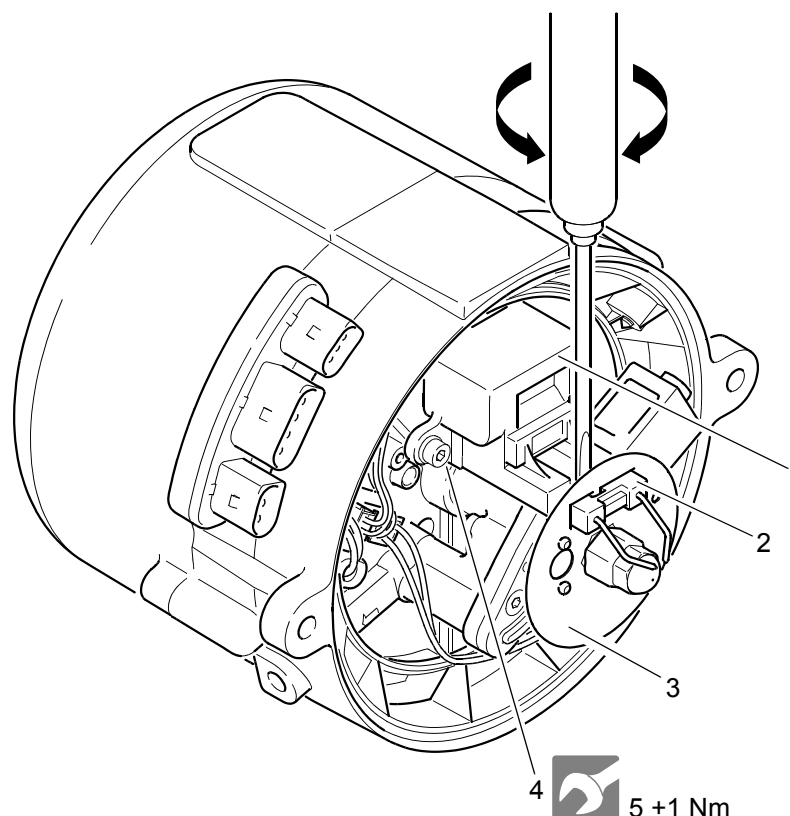
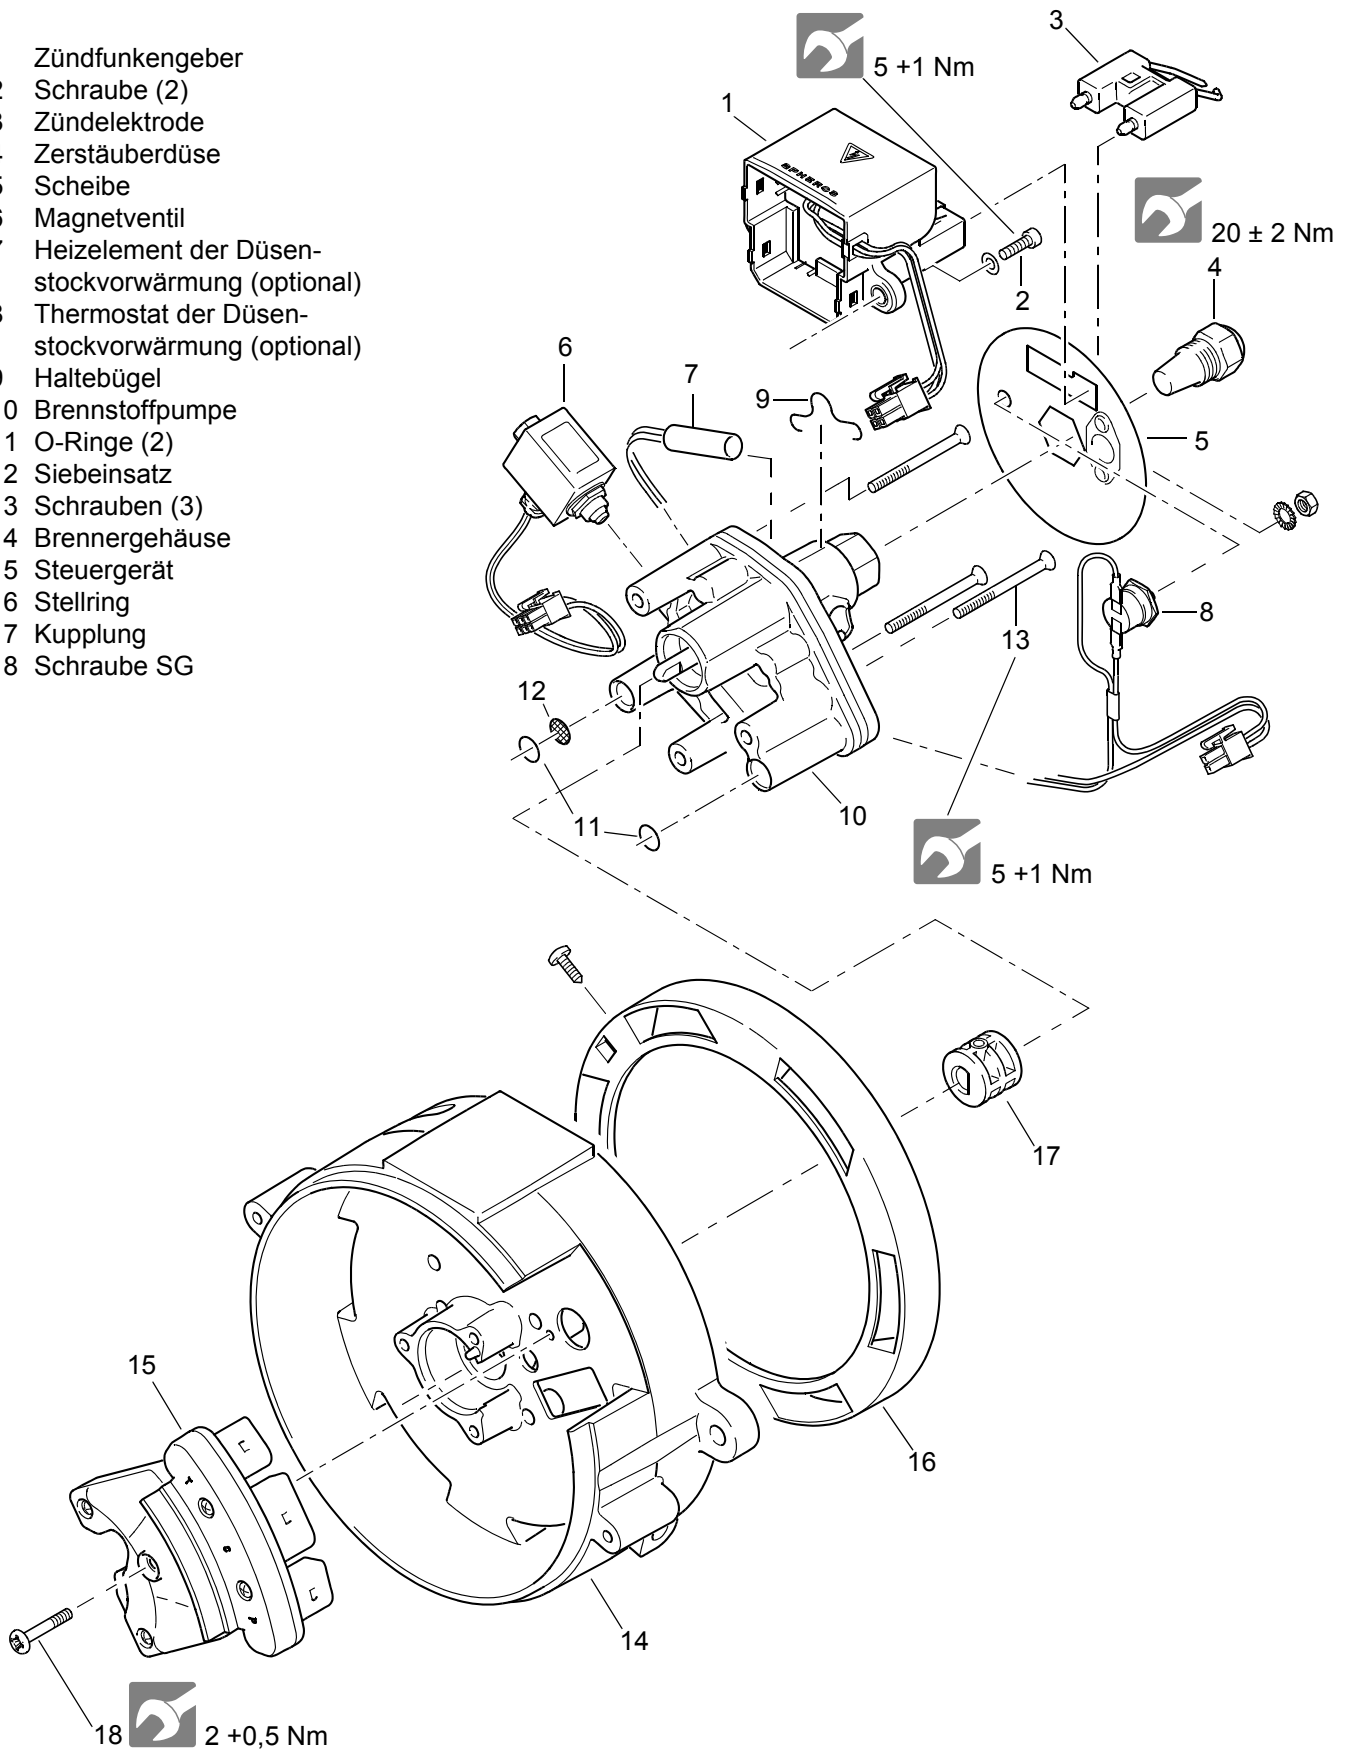
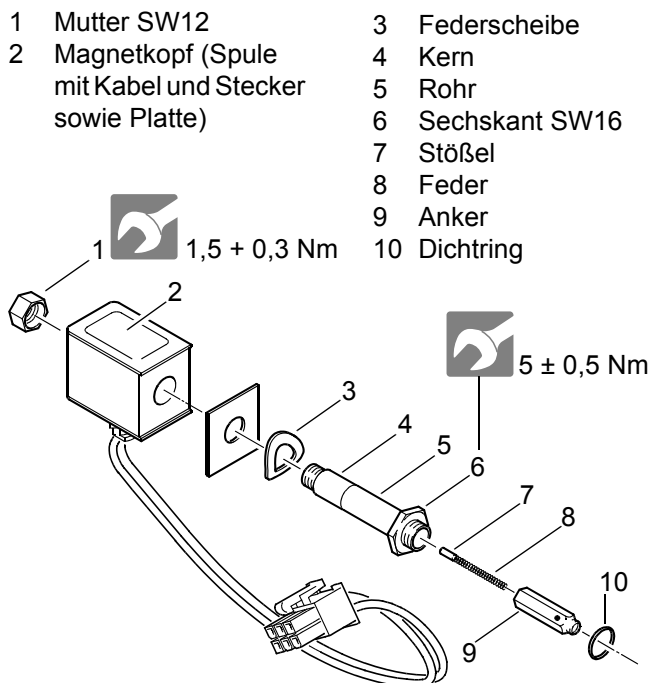

Abb. 804 Ausbau des Zündfunktenegebers / der Zündeletrode
Abb. 805 Aus- und Einbau von Komponenten
Abb. 806 Magnetventil
2. Zündeletrode (2, Abb. 804) mit Schraubendreher durch seitliches Verdrehen vom Zündfunktenegeber abhebeln und entfernen.
3. Scheibe (3) entfernen.
4. Schrauben (4) mit Sicherungsscheiben entfernen.
5. Zündfunktenegeber (1) abziehen und entfernen.
1. Zündfunktenegeber (1, Abb. 804) in Einbaulage bringen, anschlussgerecht aufstecken und mit Schrauben (4) befestigen.
2. Scheibe (5) auf den Düsenstock der Brennstoffpumpe (10, Abb. 805) aufstecken und gegenüber dem Flammwächter im Steuergerät (15) und dem Zündfunktenegeber ausrichten.
3. Zündeletrode (2, Abb. 804) aufstecken.
2. Zündelektrode (2, Abb. 804) mit Schraubendreher durch seitliches Verdrehen vom Zündfunktengeber abhebeln und entfernen. (siehe Abb. 804)
4. Die Stecker des Magnetventils (6, Abb. 805) und der optionalen Düsenstockvorwärmung (7) am Steuergerät (15) abstecken.
5. Schrauben (13) entfernen.
6. Brennstoffpumpe (10) mit Magnetventil (6) abziehen und entfernen.
7. Gegebenfalls die Düsenstockvorwärmung (7) ausbauen. Dazu den Haltebügel (9) mit einem geeigneten Werkzeug vom Düsenstock entfernen.
8. Gegebenfalls Magnetventil (6) von der Brennstoffpumpe (10) abbauen (siehe 8.9).
1. Gegebenfalls Magnetventil (6, Abb. 805) an der Brennstoffpumpe (10) anbauen. (siehe 8.9)
2. Gegebenfalls die Düsenstockvorwärmung (7) einbauen und den Haltebügel (9) mit einem geeigneten Werkzeug wieder am Düsenstock befestigen.
3. Gegebenfalls neue O-Ringe (11) und neuen Siebeinsatz (12) an der Brennstoffpumpe (10) anbringen.
4. Kupplung (17) mit Magneten auf die Welle der Brennstoffpumpe (10) schieben.
2. Zündelektrode (2, Abb. 804) mit Schraubendreher durch seitliches Verdrehen vom Zündfunktgeber abhebeln und entfernen (siehe Abb. 804).
3. Scheibe (5, Abb. 805) entfernen.
4. Stecker des Magnetventils (6) am Steuergerät (15) abstecken.
5. Sechskant SW 16 (6, Abb. 806) des Magnetventils (6, Abb. 805) mit einem geeigneten Werkzeug von der Brennstoffpumpe (10) lösen und Magnetventil (6) abschrauben.
1. Dichtring (10, Abb. 806) zur Brennstoffpumpe ist zu erneuern. Auf richtige Einbaulage von Anker, Feder und Stößel achten (siehe Abb. 806).
2. Magnetventil (6, Abb. 805) an der Brennstoffpumpe
- (10) anbringen.
3. Den Sechskant SW 16 (6, Abb. 806) des Magnetventils mit einem geeigneten Werkzeug anziehen.
4. Stecker des Magnetventils (6, Abb. 805) am Steuergerät (15) anstecken.
5. Scheibe (5) auf den Düsenstock aufstecken und gegenüber dem Flammwächter im Steuergerät (15) und dem Zündfunktgeber (1) ausrichten.
6. Zündelektrode (3) aufstecken.
Wurde die Mutter SW 12 (1, Abb. 806) gelöst, so ist sie mit dem Drehmoment (siehe Abb. 806) festzuziehen und anschließend mit Siegelack zu sichern.
2. Zündelektrode (2, Abb. 804) mit Schraubendreher durch seitliches Verdrehen vom Zündfunktgeber abhebeln und entfernen.